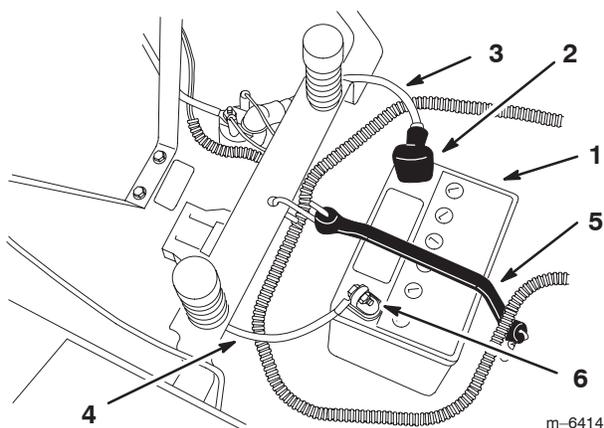

Figure 32
4. Débranchez le câble négatif (noir) de mise à la masse de la borne de la batterie (Fig. 32).
5. Repoussez le capuchon en caoutchouc sur le câble positif (rouge). Débranchez le câble positif (rouge) de la borne de la batterie (Fig. 32).
6. Enlevez la sangle de maintien de la batterie (Fig. 32) et ôtez la batterie de son support.
1. Placez la batterie sur son support, les bornes à l'opposé du panneau de commande (Fig. 32).
4. Fixez les câbles à l'aide de 2 boulons (1/4 x 3/4"), rondelles (1/4") et contre-écrous (1/4") (Fig. 32).
6. Fixez la batterie en place à l'aide de la sangle de maintien (Fig. 32).